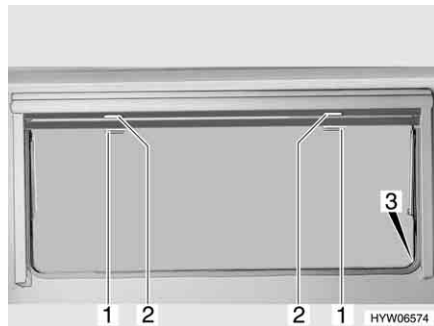

Fig. 30 Finestra apribile
- Tirare verso il basso l'oscurante a rullo accompagnandolo con la maniglia (Fig. 30,2). Quando si chiude completamente l'oscurante a rullo esso va agganciato da entrambi i lati al telaio della finestra nell'apposito elemento di fissaggio (Fig. 30,3).
- Quando l'oscurante a rullo è completamente chiuso: Spingere la maniglia (Fig. 30,2) verso il basso tirandola leggermente verso l'interno. Sganciare l'oscurante a rullo dagli elementi di fissaggio a destra e a sinistra del telaio della finestra.
- Quando l'oscurante a rullo si trova in posizione intermedia: Tirare la maniglia (Fig. 30,2) leggermente verso il basso finché l'elemento di fissaggio non si è sganciato.
- Tirare la maniglia (Fig. 30,1) della zanzariera a rullo verso il basso e agganciarla all'elemento di fissaggio (Fig. 30,3) su entrambi i lati del telaio della finestra.
- Spingere la maniglia (Fig. 30,1) verso il basso tirandola leggermente verso l'interno. Sganciare la zanzariera a rullo dagli elementi di fissaggio a destra e a sinistra del telaio della finestra.